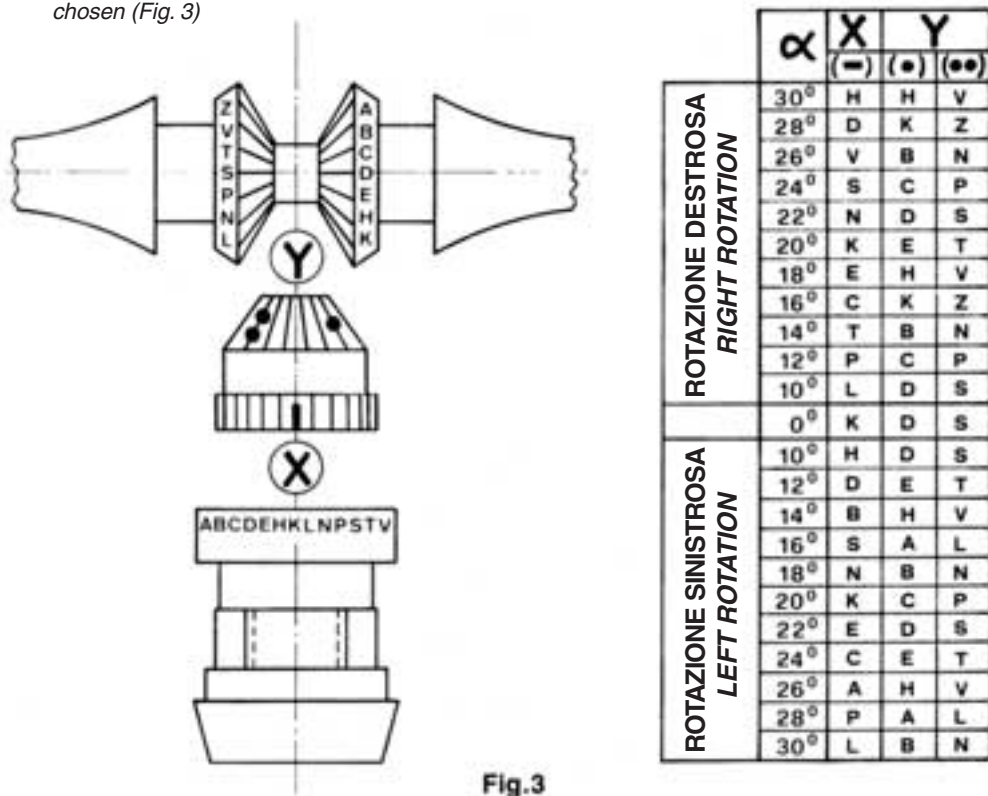

Fig.3
- C) Inserire l'ingranaggio centrale [6] nella propria sede nel mozzo [1] avendo cura di allineare il taglietto denominato "X", posto sotto l'ingranaggio stesso, con la lettera corrispondente all'angolo voluto (Fig.3).
Insert the central cone gear [6] in its seat in the hub [1] making sure to align the little cut named "X", located on the bottom of the central cone gear, with the letter corresponding to the angle chosen (Fig. 3)
- D) Far ingranare i denti delle due pale [8] con quelli dell'ingranaggio centrale [6], facendo attenzione che i riferimenti denominati "Y" corrispondano con le lettere corrispondenti all'angolo voluto (Fig.3).
Next engage the gear [6] on the blades [8] with those of the central cone gear as shown in figure 3, making sure to align the referements named "Y" with correct letters corresponding to the angle choosen.